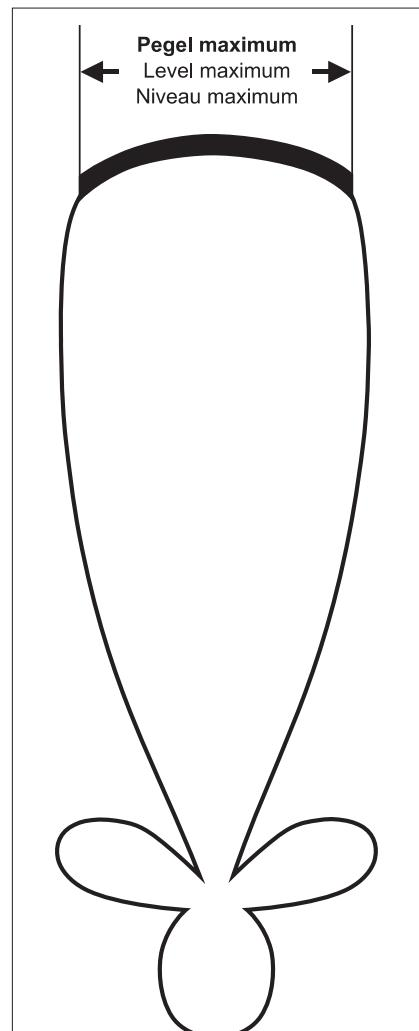

Abb. 5 / Fig.5
2. Durch Drehen über die Azimut-Achse Satelliten suchen (siehe beiliegende Azimut-/Elevationstabelle) und auf Maximalanzeige einstellen (bei Verwendung eines Kathrein- Satelliten-Messempfängers MSK ...). Steht kein Messemmpfänger zur Verfügung, auf beste Signalstärke/-qualität einstellen (siehe Abb. 5 und Text).
2. Tune to wanted satellite (see enclosed azimuth/elevations table) by turning the antenna around the azimuth axle until max. signal level is obtained (if a Kathrein signal meter MSK... is used), or until best signal strength/quality is reached (without signal meter) (see fig. 5).
6. Continue as described in section "Cable connection" (item 2).